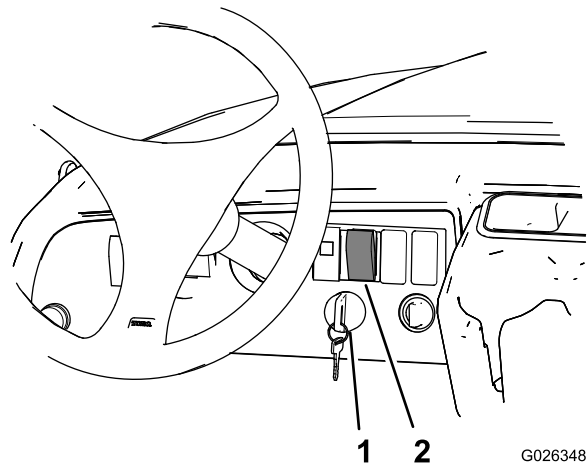

Figura 6
- 1. Gire el interruptor de encendido a la posición de Conectado (Figura 6).
- 2. Presione la mitad superior del interruptor de elevación de la caja de carga hasta que la caja esté elevada del todo (Figura 6).
- 3. Gire el interruptor de encendido a la posición de Desconectado (Figura 6).
- 7. Gire el interruptor de encendido a la posición de Conectado (Figura 6).
- 8. Presione la mitad inferior del interruptor de elevación de la caja de carga hasta que el actuador de la caja esté retraída del todo (Figura 6).
- 9. Gire el interruptor de encendido a la posición de Desconectado (Figura 6).